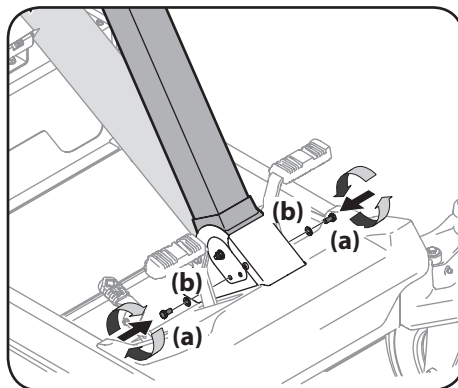

Figura 2-2
1. Coloque la columna de la dirección en una de las dos posiciones y ajuste los tornillos hexagonales (a) y la arandela plana (b), embalados por separado, para sujetarla en su lugar. Consulte Figura 2-2.